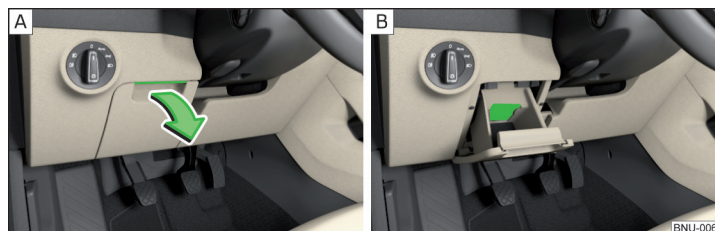

Fig. 102 Deschiderea compartimentului de depozitare/suportului pentru hârti
- Pentru **deschidere**, ridicați mînerul și deschideți compartimentul » fig. 102 - [A].
În compartimentul de depozitare se află un suport pentru hârti » fig. 102 - [B].